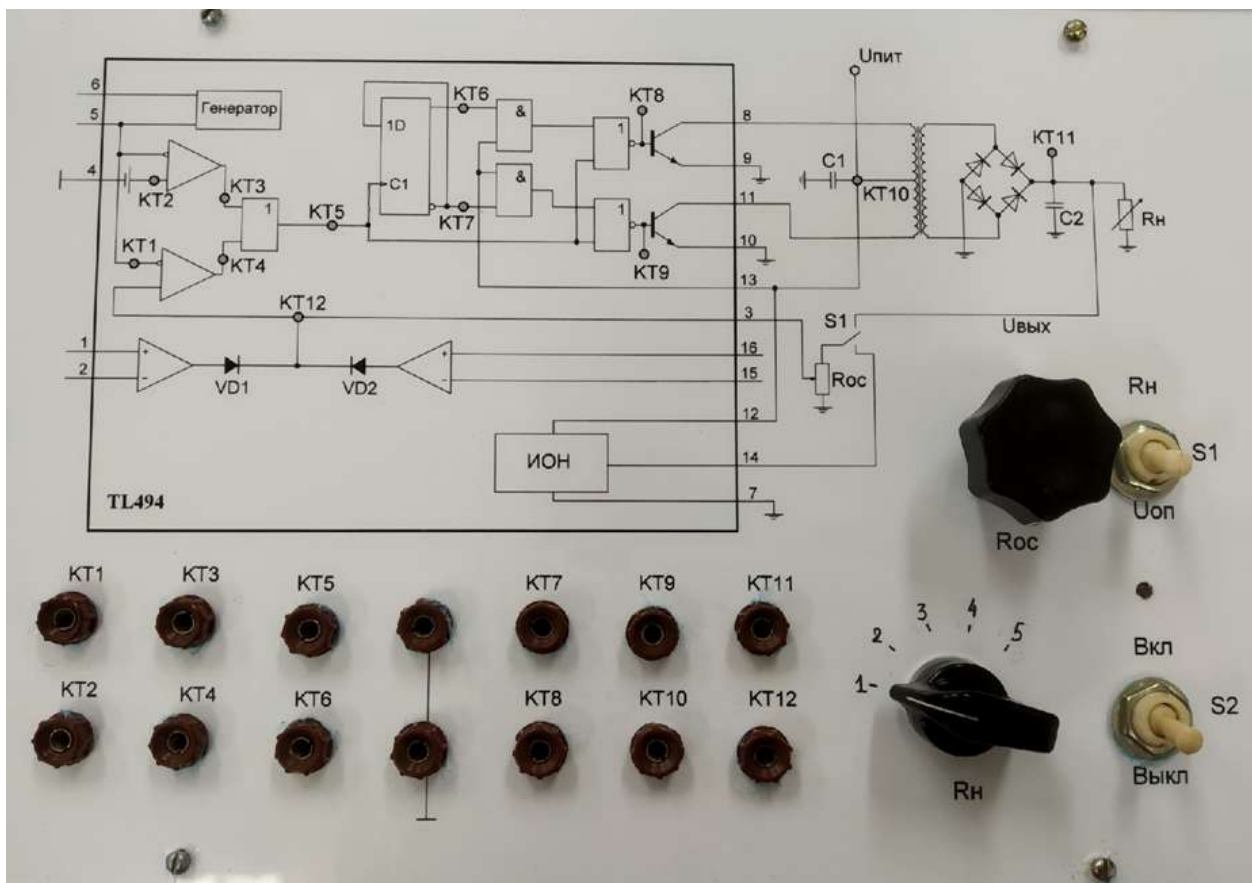

Рисунок 3.6 – Вид лицевой панели лабораторного макета
- включите питание макета тумблером S_2 (положение тумблера вверх) (см. рисунок 3.6);